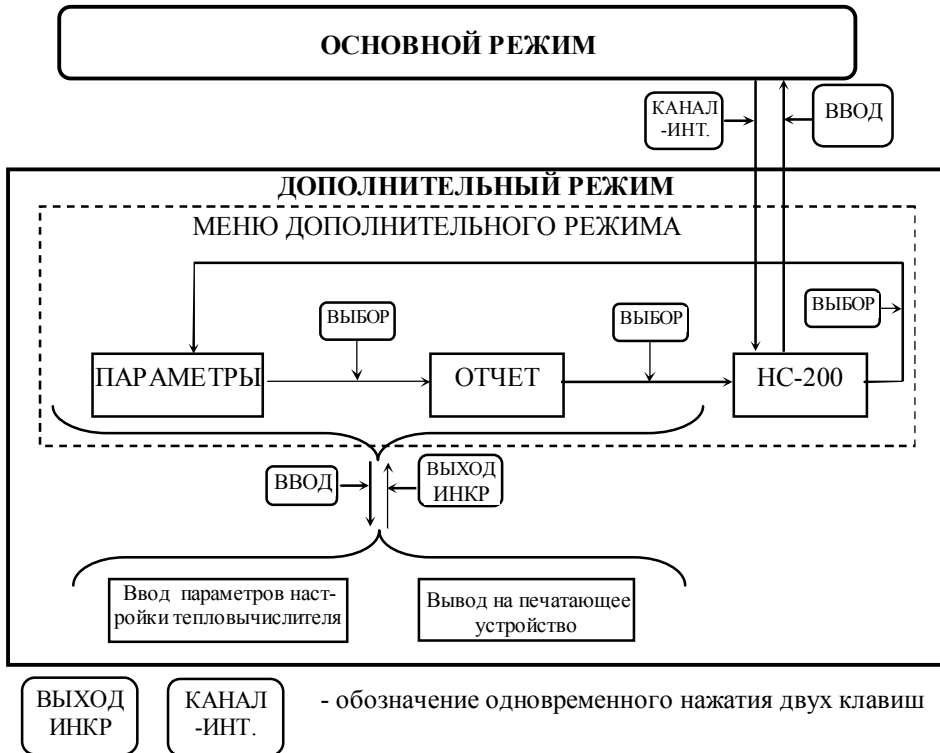
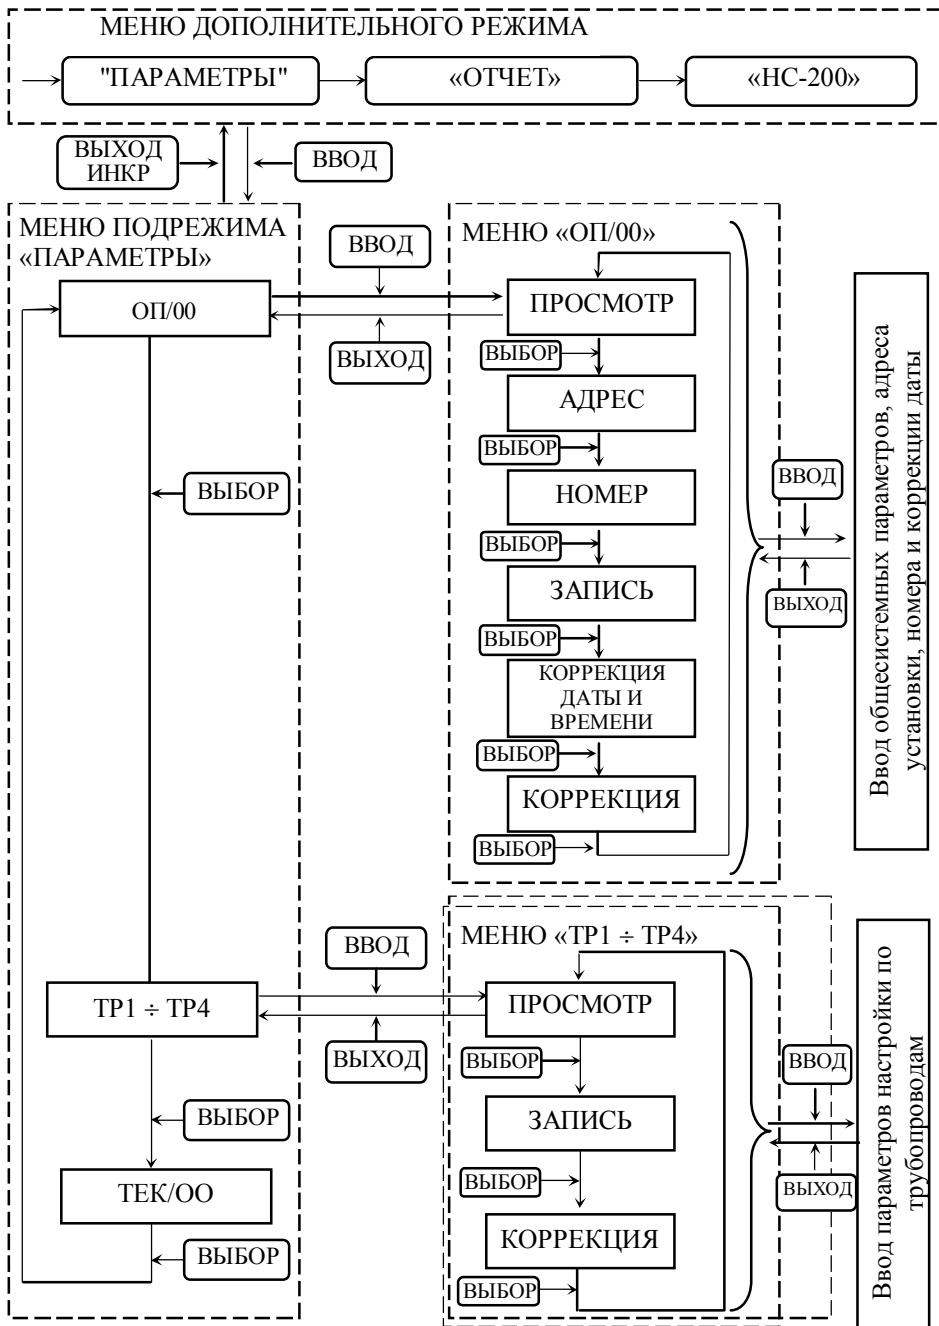

Рис.2.4. Алгоритм дополнительного режима работы тепловычислителя
Рис.2.5. Алгоритм подрежима «ВВОД ПАРАМЕТРОВ НАСТРОЙКИ ТЕПЛОВЫЧИСЛИТЕЛЯ»
Включите питание тепловычислителя. Через 5÷7с тепловычислитель войдет в «ОСНОВНОЙ РЕЖИМ» работы (см.2.2.3.1). Нажмите одновременно клавиши «КАНАЛ» и "-ИНТ". При этом тепловычислитель перейдет в «ДОПОЛНИТЕЛЬНЫЙ РЕЖИМ» работы. Алгоритм дополнительного режима работы тепловычислителя приведен на рис.2.4. Нажимая клавишу «ВЫБОР» ("ПЕРИОД") выберите раздел меню «ПАРАМЕТРЫ». Нажмите клавишу "ВВОД" ("ПАРАМ"). Тепловычислитель перейдет в подрежим «ВВОД ПАРАМЕТРОВ НАСТРОЙКИ ТЕПЛОВЫЧИСЛИТЕЛЯ» (см. рис. 2.5).
- В подрежиме "Ввод параметров настройки тепловычислителя" см. рис.2.5.
- В подрежиме "Ввод параметров настройки тепловычислителя" см. рис.2.5. Нажимая клавишу "ВЫБОР" ("ПЕРИОД"), выберите раздел «ОП/00» в меню подрежима «ПАРАМЕТРЫ».
- В подрежиме "Ввод параметров настройки тепловычислителя" см. рис.2.5. Нажимая клавишу "ВЫБОР" ("ПЕРИОД"), выберите раздел «АДРЕС» в меню «ОП/00».
– В подрежиме "Ввод параметров настройки тепловычислителя" см. рис.2.5. Нажимая клавишу "ВЫБОР" ("ПЕРИОД"), выберите раздел "КорЧас" в меню «ОП/00».
– В подрежиме "Ввод параметров настройки тепловычислителя" см. рис.2.5. Нажимая клавишу "ВЫБОР" ("ПЕРИОД"), выберите раздел «ЗАПИСЬ» в меню «ОП/00».
- В подрежиме "Ввод параметров настройки тепловычислителя" см. рис.2.5. Нажимая клавишу "ВЫБОР" ("ПЕРИОД") выберите один из разделов ТР1÷ТР4 в меню подрежима «ПАРАМЕТРЫ».